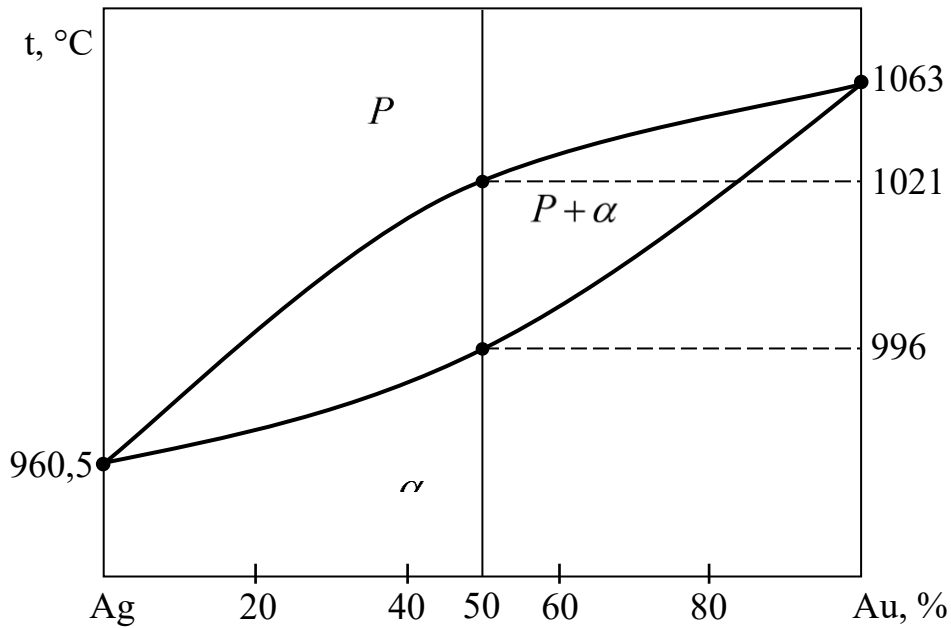
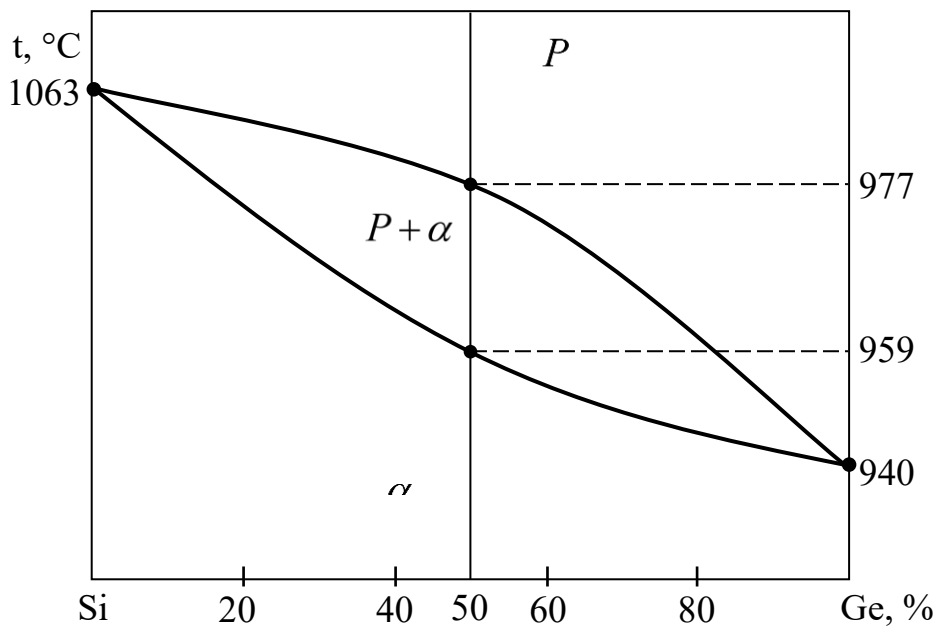

Рис.6.2. Діаграма стану системи Ag – Au
Рис.6.3. Діаграма стану системи Si-Ge
1. Одержати одну з двох діаграм стану (рис.6.2, рис.6.3) та проаналізувати її.